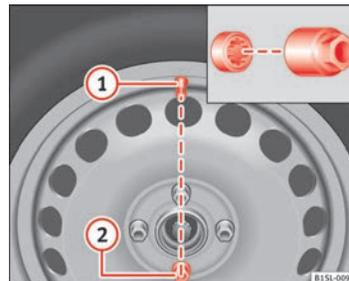

Abb. 137 Radwechsel:
Die Anti-Diebstahl-Radschraube muss bei einem Rad mit Radvollblende an Position ⇒ Abb. 137  eingeschraubt sein. Die Radvollblende kann sonst nicht montiert werden.
- Den Adapter bis zum Anschlag in die Anti-Diebstahl-Radschraube schieben ⇒ Abb. 137.